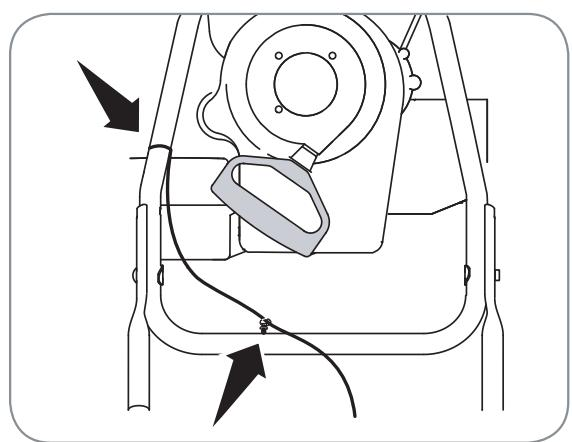

Figure 3-13
**Faïscneau de câblage du phare (le cas échéant)** La borne sur l'attache qui maintient le faïscneau de câbles sur le guidon inférieur doit être enfoncée dans le trou du guidon inférieur. Faites passer la partie détendue du faïscneau de câbles dans l'attache pour éviter toute interférence avec la poignée du démarreur à lanceur. Voir la Figure 3-13.